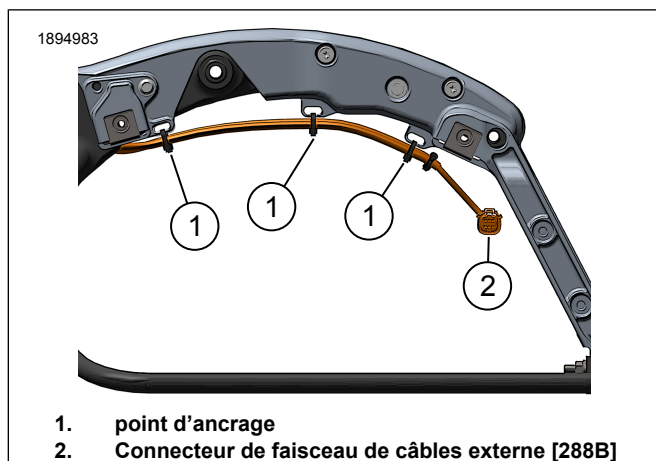

Figure 6. Acheminement du faisceau (gauche)
- a. Voir la Figure 6. Connectez et acheminez le faisceau de câbles externe le long du rail du cadre arrière gauche. À l'aide de sangles de câble, installez lâchement le faisceau aux points d'ancrage (1). Ne serrez pas les sangles de câble.